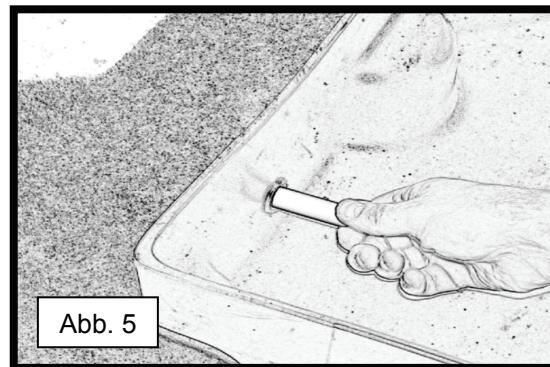

Abb. 5
- 4) Nachdem alle Ringdichtungen eingepasst sind, ist die Zeit gekommen, das Teflon-Rohr in die erste Ringdichtung zu stecken. Den Außendurchmesser des Rohrs mit dem Innendurchmesser der Ringdichtung ausrichten (siehe Abb. 5). Vergewissern Sie sich, dass das Rohr weit genug in der Dichtung steckt, so dass es sich selbst stützt.